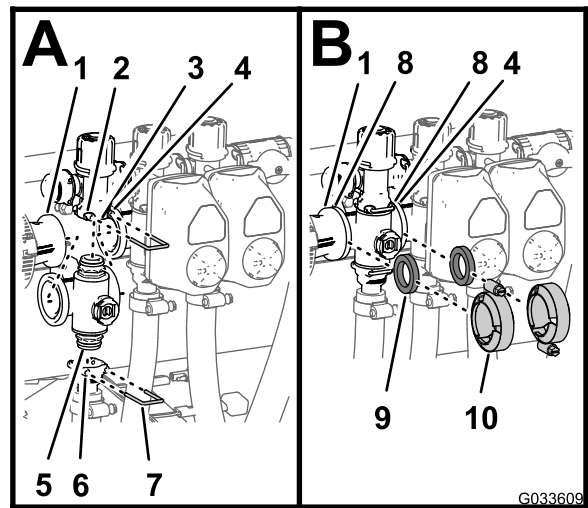

Figura 116
- Inserite il raccordo del tappo terminale superiore della valvola del collettore nel raccordo di bypass (A di Figura 116).
- Fissate il raccordo del tappo terminale al raccordo di bypass inserendo un fermo nella presa del raccordo di bypass (A di Figura 116).
- Montate il raccordo di uscita sul raccordo del tappo terminale interiore della valvola del collettore (A di Figura 116).
- Fissate il raccordo del tappo terminale al raccordo di uscita inserendo un fermo nella presa del raccordo di uscita (A di Figura 116).
- Allineate guarnizione tra le flange del giunto del riduttore e il collettore della valvola di sezione (B di Figura 116)
- Montate il giunto del riduttore, la guarnizione e il collettore della valvola di sezione con un morsetto e serrate manualmente (B di Figura 116).
- In caso di montaggio delle 2 valvole di sezione più a sinistra, allineate guarnizione tra le flange dei 2 collettori delle valvole di sezione adiacenti (B di Figura 116).
- Montate i 2 collettori delle valvole di sezione adiacenti e la guarnizione con un morsetto e serrate manualmente (B di Figura 116).